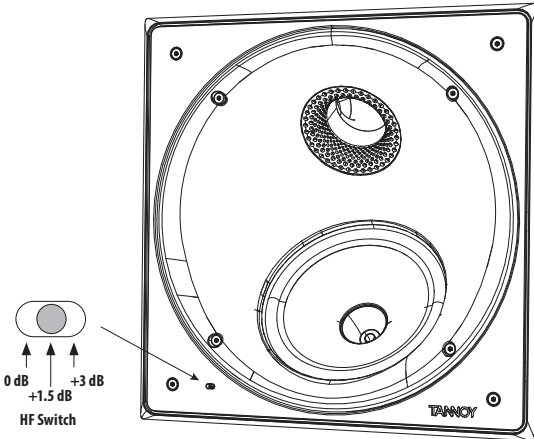

图 10. HF 开关位置
1. HF 开关具有三个位置, 其中 0 dB 是平坦的。根据需要进行调整, 以适应房间的位置和声学条件 (图 10)。